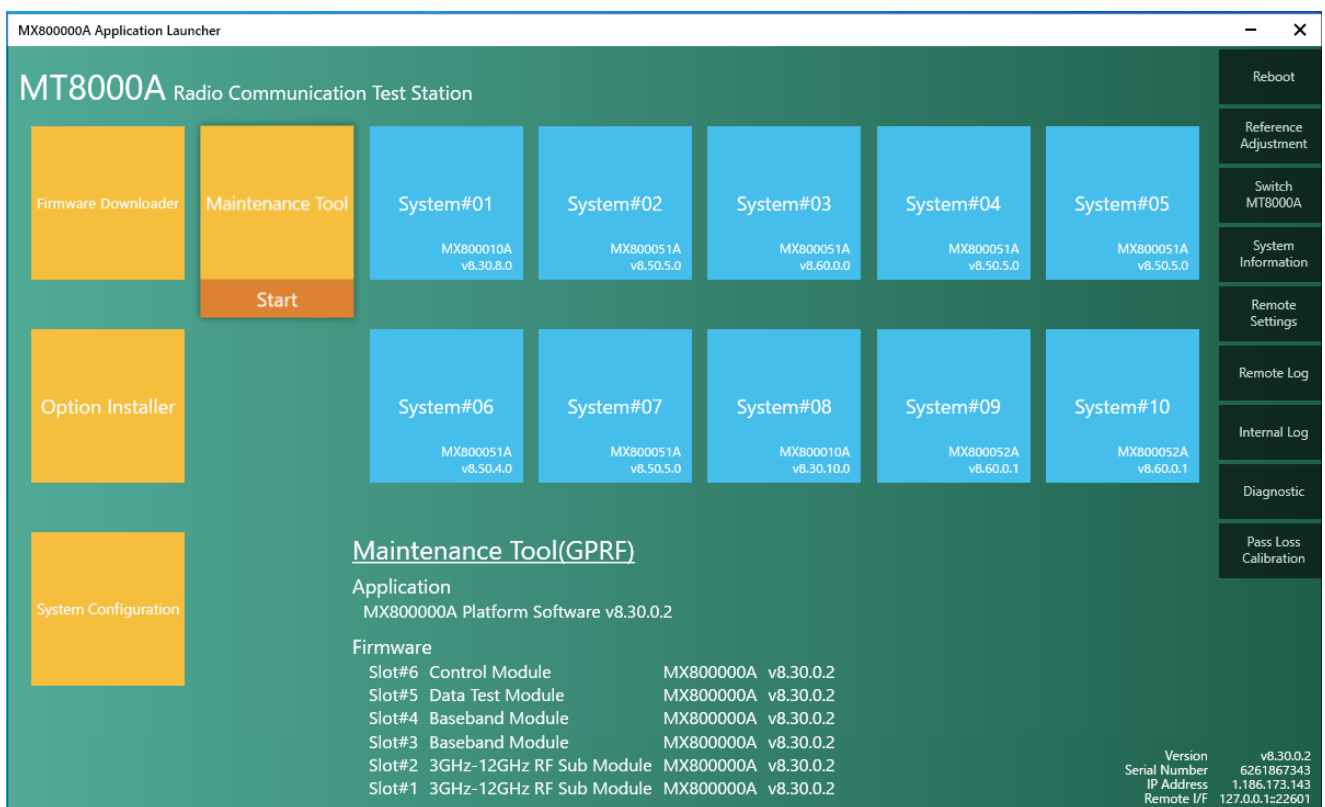

Рисунок 8.6
Выполнить внутреннюю полную калибровку анализатора, для чего в главном окне программы (рисунок 8.6) кликнуть во вкладке Maintenance Tool на клавише Start, войти в меню < Menu, кликнуть < Calibration, выбрать опцию Full Cal, Execute, OK.
10.1.5 Для подстройки частоты опорного генератора войти на вкладку меню Reference Adjustment в главном окне программы (рисунок 8.6). При этом должно открыться окно, показанное на рисунке 10.1.
10.2.2 Выполнить заводскую установку (Preset) поверяемого анализатора, для чего в главном окне программы (рисунок 8.6) кликнуть во вкладке Maintenance Tool на клавише Start, в окне Operation, показанное на рисунке 10.2.1, выбрать пункт < Preset и кликнуть на клавише Preset.
10.2.4 В главном окне программы (рисунок 8.6) кликнуть на клавише Start, после чего появится окно Operation, показанное на рисунке 10.2.1.